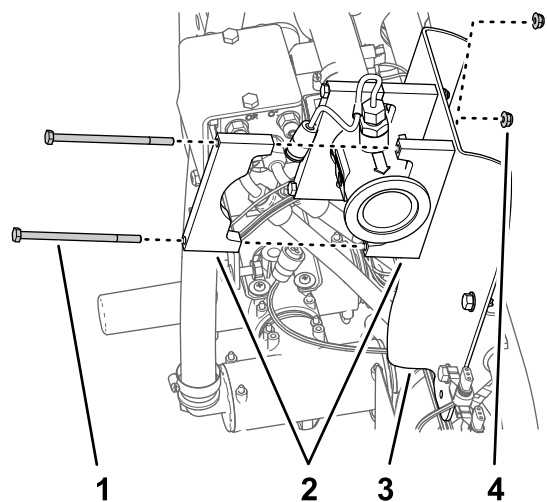

Рисунок 75
- Вставьте 2 половины опорного зажима между расходомером и кронштейном расходомера и совместите отверстия в половинах зажима с отверстиями в кронштейне (Рисунок 75).
4. Совместите половину опорного зажима на задней стороне расходомера с одной из половин зажима, собранного при выполнении пункта 3 (Рисунок 75).
5. Подсоедините пару половин зажима к кронштейну расходомера (Рисунок 75) с помощью 2 болтов ($\frac{1}{4}$ x $4\frac{1}{2}$ дюйма) и 2 фланцевых контргаек ($\frac{1}{4}$ дюйма).